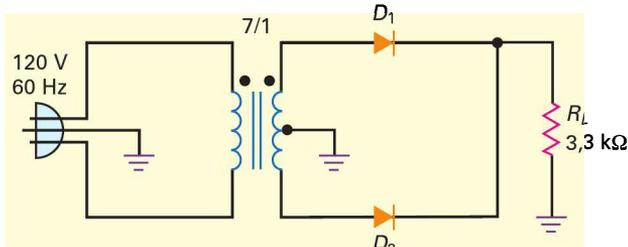

Figure 4.38
4.9 Un transformateur à prise médiane (comme celui de la figure 4.38) dont la tension d'entrée est de 120 V a un rapport de transformation 4/1. Quelles sont les tensions efficace et crête aux bornes de l'enroulement supérieur du secondaire ? De l'enroulement inférieur ?
4.10 **||| Multisim** Quelle est la tension crête de la sortie du montage de la figure 4.38 quand les diodes sont idéales ? La valeur moyenne ? La valeur continue ? Tracez la forme du signal de sortie.